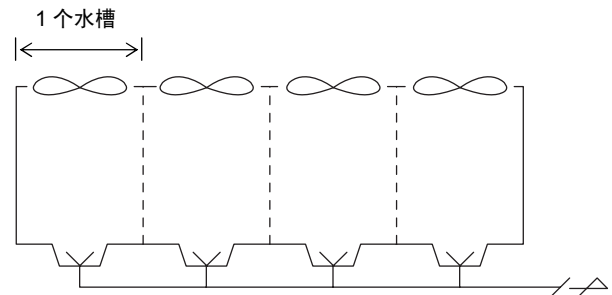

图 14 冷却塔（由多个水槽构成）
通过由多个水槽构成的冷却塔（图 14）进行风机的多机组控制控制时，由于每个水槽的水温各不相同，所以无法用 1 台本产品实现多机组控制。请另行通过代表温度进行控制。
- * 如果达到制冷机的冷却水下限值，不停止冷却塔的风机，则制冷机 COP 将上升，从而整体达到节能的效果，因此在多个水槽构成的冷却塔（图 14）中也推荐使用多机组控制。